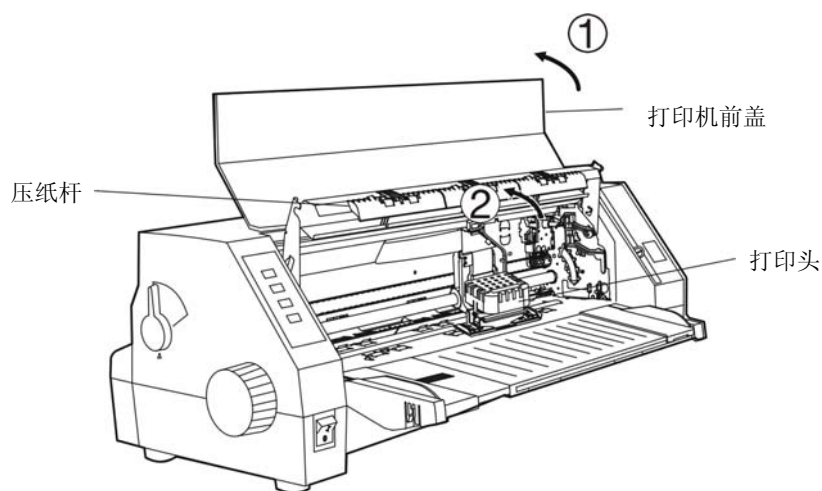

图 2-7 打开打印机前盖
3. 向外拉起压纸杆，将其置于打印机前上方（如图 2-7 所示）。